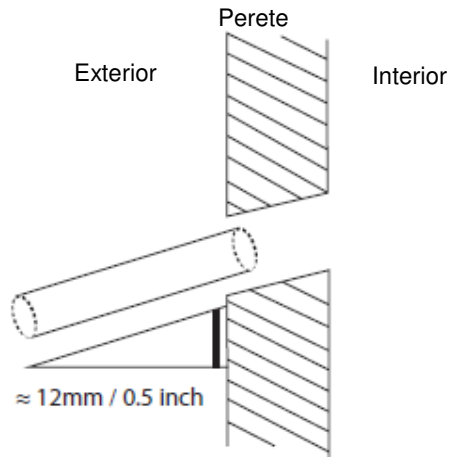

Fig. 6.5
9. Folosind un cap de carotiera de 65 mm (2,5”), faceti o gaura in perete. Asigurati-va ca gaura este efectuata la un unghi inclinat usor in jos astfel incat capatul exterior al gaurii sa fie mai jos decat capatul interior cu aproximativ 12 mm (0,5”). Aceasta va asigura evacuarea corecta a apei (consultati Fig. 6.5). Asezati in gaura mansonul de protectie pentru perete. Acesta protejeaza marginile gaurii si o etanseaza la finalul instalarii